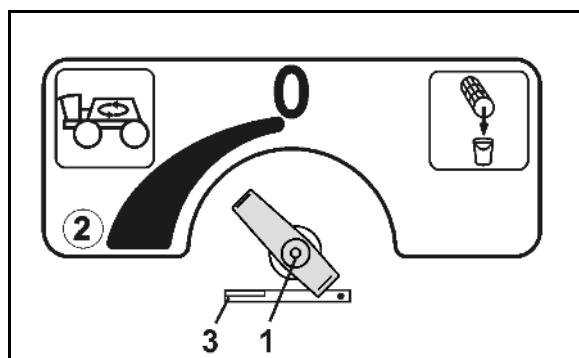

Рис. 75
- Дополнительная мешалка настраивается посредством позиционного крана (Рис. 75/1).
Дополнительная мешалка выключена, если позиционный кран находится в положении "0". Положение (Рис. 75/2) соответствует максимальной производительности мешалки.
Обеспечение функции слива напорного фильтра (Рис. 75/3).